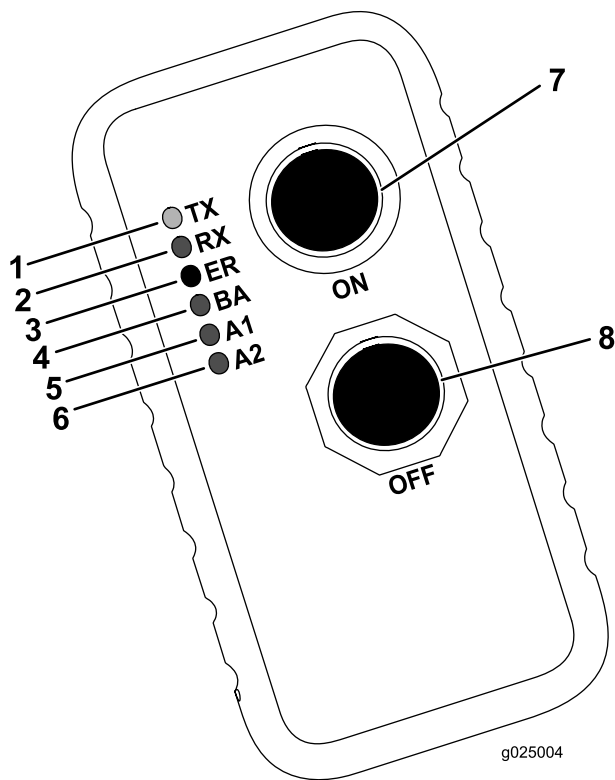

Figura 61
La tabla siguiente indica los diferentes estados de los indicadores del transmisor portátil (Figura 61) y su significado:
4. Pulse y mantenga pulsados simultáneamente los botones de Encendido y Apagado (Figura 61).
5. Mantenga pulsados los botones de Encendido y Apagado hasta que el indicador verde de transmisión (TX) empiece a parpadear (Figura 61).
6. Encienda la máquina sin dejar de pulsar los botones de Encendido y Apagado (Figura 61).
7. Suelte los botones de Encendido y Apagado (Figura 61).